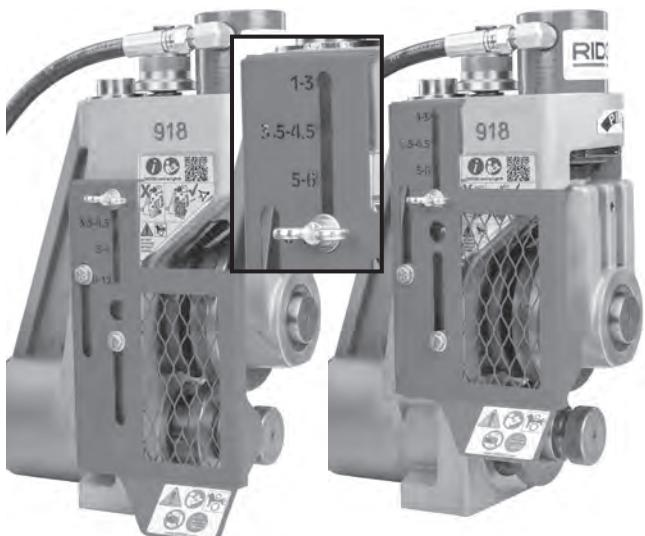

Abbildung 12 – Anpassen der einstellbaren Schutzeinrichtung
- Lösen Sie die Flügelschraube. Positionieren Sie die Schutzeinrichtung so, dass der richtige Größenbereich zur Position der Flügelschraube passt. Stellen Sie die Schutzeinrichtung richtig ein, um die Gefahr von Verfangen und schweren Verletzungen zu verringern (*Abbildung 12*).